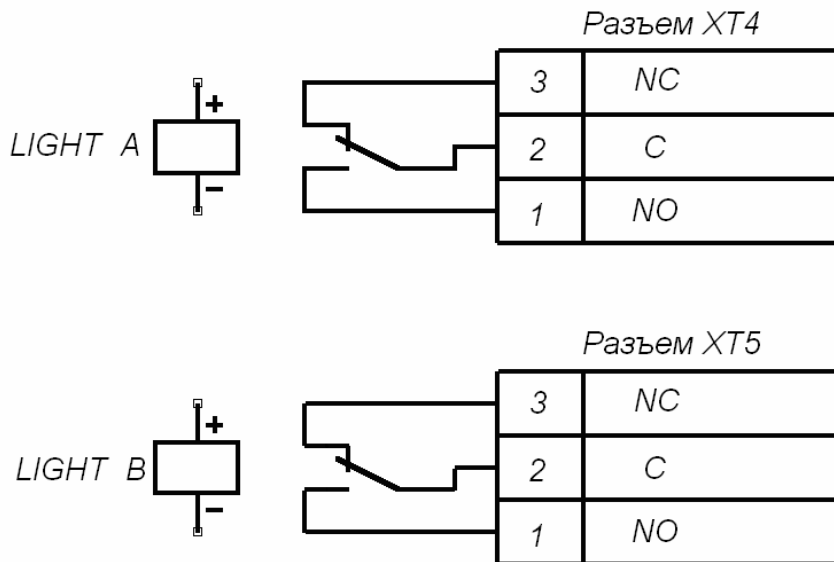

Рисунок 8 Выходные каскады для Light A и Light B
5.9.4 Выносные индикаторы подключаются на клеммные колодки *XT4 (Light A)* и *XT5 (Light B)*. При этом реле *Light A (Light B)* активизировано (на его обмотку подано напряжение), когда горит соответствующая данному направлению прохода зеленая стрелка на световом табло, и нормализовано (на его обмотку напряжение не подано), когда соответствующая данному направлению прохода зеленая стрелка на световом табло не горит. Факт срабатывания / отпускания реле *Light A* и *Light B* можно определить по загоранию / гашению красных индикаторов, которые установлены вблизи указанных реле (см. рис. 3). Выходные каскады для *Light A* и *Light B* – перекидные контакты реле (см. рис. 8) со следующими характеристиками сигналов: